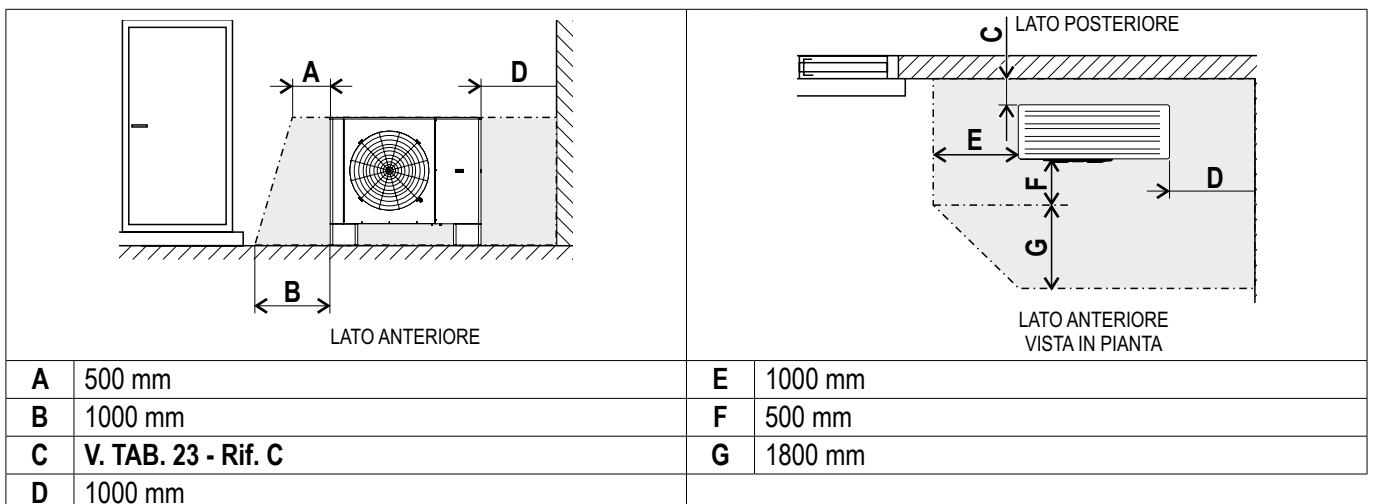

FIG. 36 (Zona di sicurezza in caso di installazione a terra in un angolo dell'edificio)
- 1) Posizionare una livella (FIG. 36 -Rif. 1) nel senso longitudinale e trasversale della macchina
- 2) Agire sui dadi (FIG. 36 -Rif. 2) per livellare la macchina